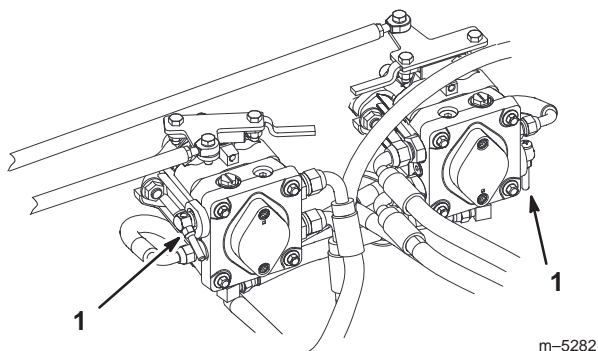

Figure 20
2. Tournez les vannes de dérivation de 2 tours dans le sens anti-horaire. Cela permet au liquide hydraulique de contourner la pompe et aux roues de tourner librement (Fig. 20).
1. Tournez les vannes de dérivation dans le sens horaire jusqu'à ce qu'elles soient serrées. Ne serrez pas les vannes excessivement (Fig. 20).